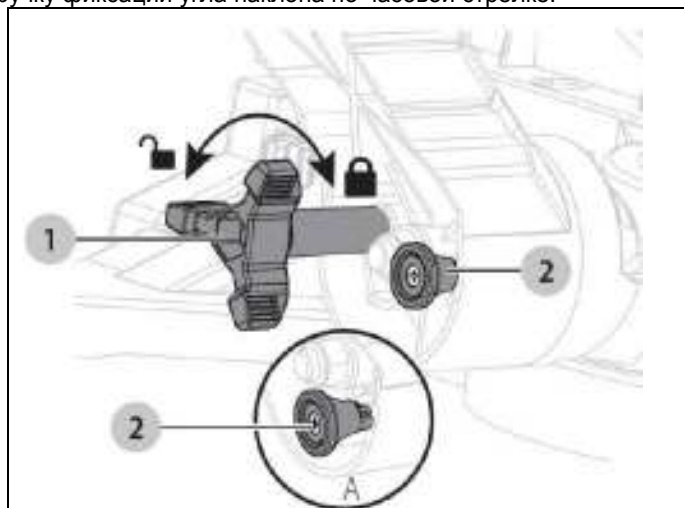

Рисунок 24a
Наклонный рез (Рис. 24a-24b):
- Ослабьте ручку фиксации угла наклона (1) на задней части пилы.
- Для установки режущей головы под любым углом наклона потяните кнопку блокировки (2) назад, поверните ее на 1/4 оборота в любом направлении и отпустите в этом положении (А на Рис. 24a). Угол наклона можно установить от 0° до 48°. Наклоните режущую голову на нужный угол.
- Чтобы использовать предустановленные упоры, потяните кнопку блокировки (2) назад до тех пор, пока узел режущей головы не будет перемещен, а затем отпустите кнопку блокировки. Узел режущей головы фиксируется на часто используемых углах наклона, включая 0°, 22,5°, 33,6° и 45° влево.
- Для установки режущей головы под любым углом наклона потяните кнопку блокировки назад, поверните ее на 1/4 оборота в любом направлении и отпустите в этом положении (A на Рис. 24a). Угол наклона можно установить от 0° до 48°. Наклоните режущую голову на нужный угол.